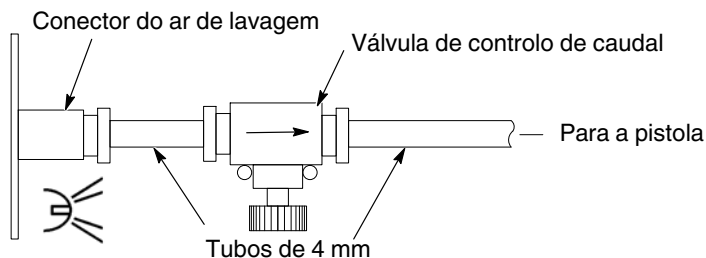

Figura 3-13 Válvula de controlo de caudal e ligação de tubos do ar de lavagem
6. Consulte a figura 3-13. Ligue o tubo transparente de 4 mm e a válvula de controlo de caudal, fornecidos com o sistema, ao conector do ar de lavagem situado no painel traseiro como ilustrado. A válvula de controlo de caudal pode ficar situada aonde se deseje. Utilize um corta-tubos para assegurar que as extremidades dos tubos estão perpendiculares